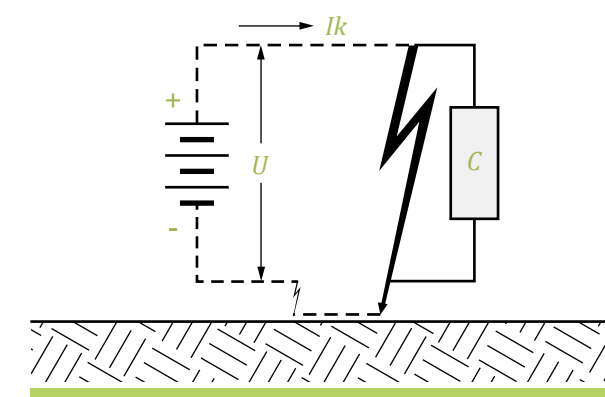

Figura 10
- » Cuarto caso: Esta situación (figura 10) involucra un doble contacto a tierra por lo cual el circuito de la corriente I_k también comprenderá a los cables y al camino que recorra fuera de estos,